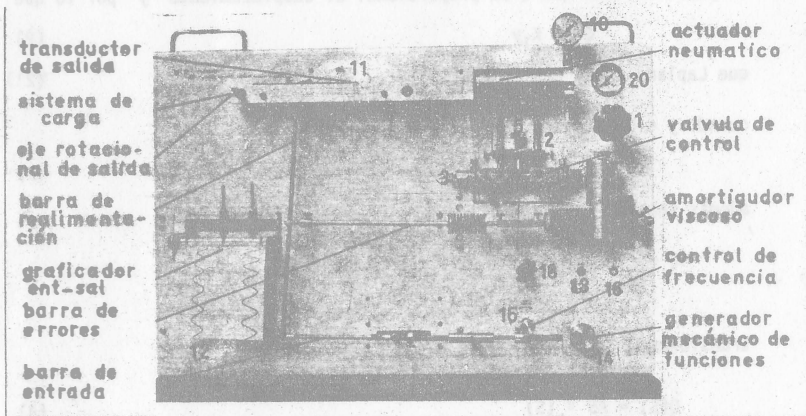

FIGURA IV-0
Todos sus elementos son mecánicos y se hallan a la vista para ilustrar su funcionamiento (Figura IV-0).
4.- DESCRIPCIÓN DEL EQUIPO. (REFIERASE A LA FIGURA IV-0)